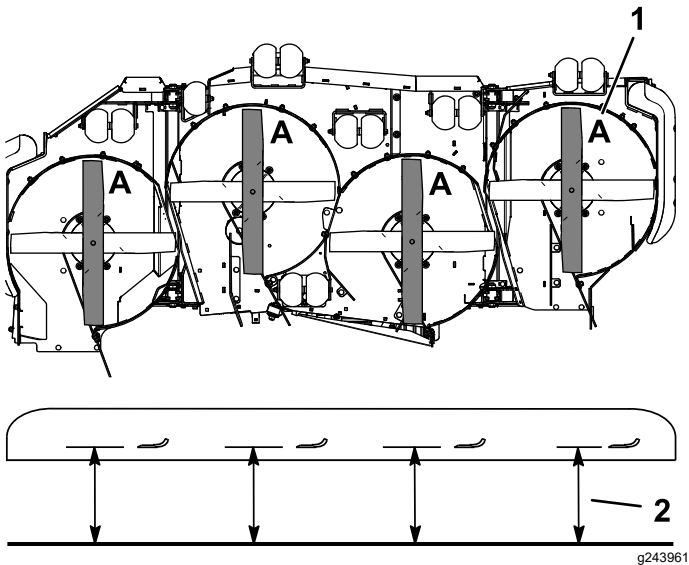

Figure 74
- Tournez les lames dans le sens longitudinal (Figure 74).
- Mesurez la distance entre la surface plane et le tranchant (position **A**) des lames (Figure 74).